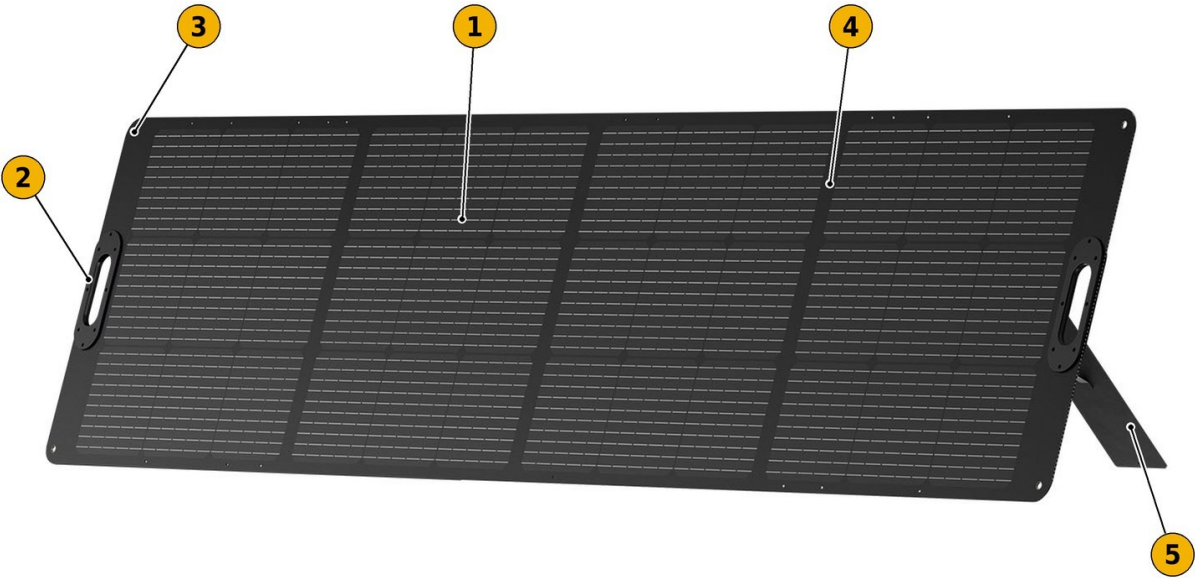

FIG. 1 — Face active du panneau déplié
- 3) Dépliez la béquille (FIG. 1, 5) et appuyez le panneau dessus, face active tournée vers le soleil.
- 4) En cas de risque de vent, fixez le panneau par ses orifices (FIG. 1, 3).